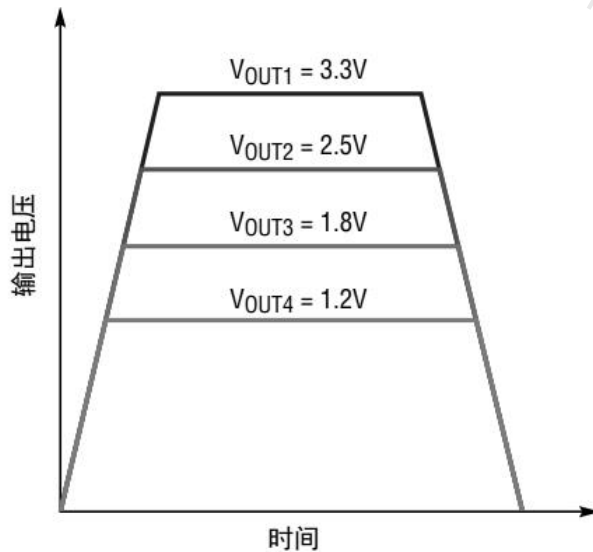

图 22. 输出重合跟踪波形
重合输出跟踪可以被认为是一种特殊的比率输出跟踪，其中主机的输出转换速率 (MR) 与从机的输出转换速率 (SR) 相同，波形如图22所示的。